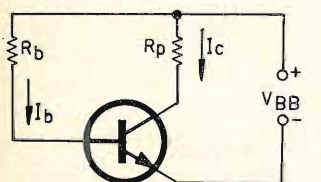

figura 5
La figura 5 mostra il montaggio da noi adottato per tali rilievi, mettendo in evidenza le correnti che scorrono nel transistor, così come abbiamo fatto per le figure precedenti.
5) Misura di I_c per $I_b = 10 \mu A$: si realizza il montaggio di figura 5.